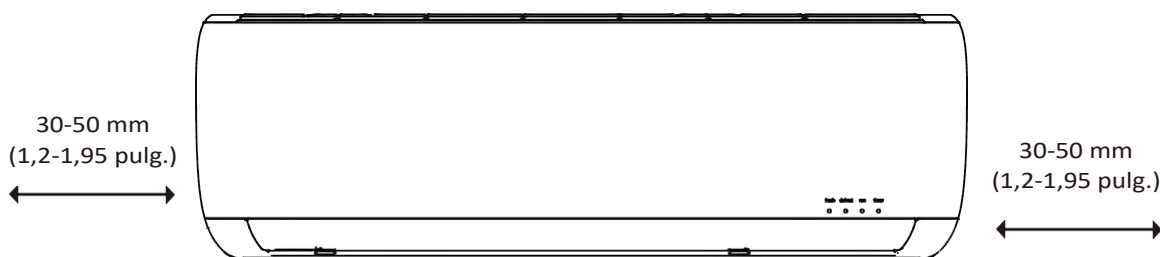

**Fig. 3.11**
2. Utilice una cuña o soporte para sostener la unidad en ángulo para poder conectar la tubería de refrigerante, el cable de señal y la manguera de drenaje. Consulte la **Fig. 3.11** a modo de ejemplo.